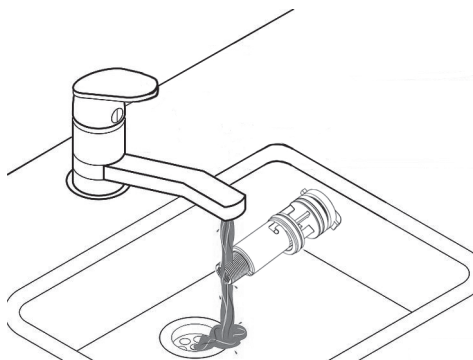
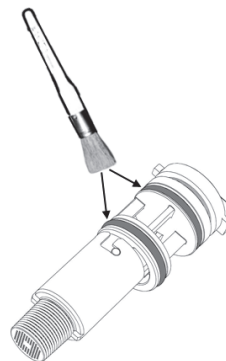

fig. 47
fig. 48
- È così possibile pulire il flussometro (vedi fig. 47 e fig. 48) oppure sostituirne i componenti.